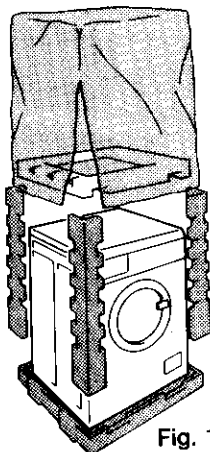

Fig. 1
- Placez votre lave linge à proximité du lieu d'installation et enlever l'emballage (Fig. 1).